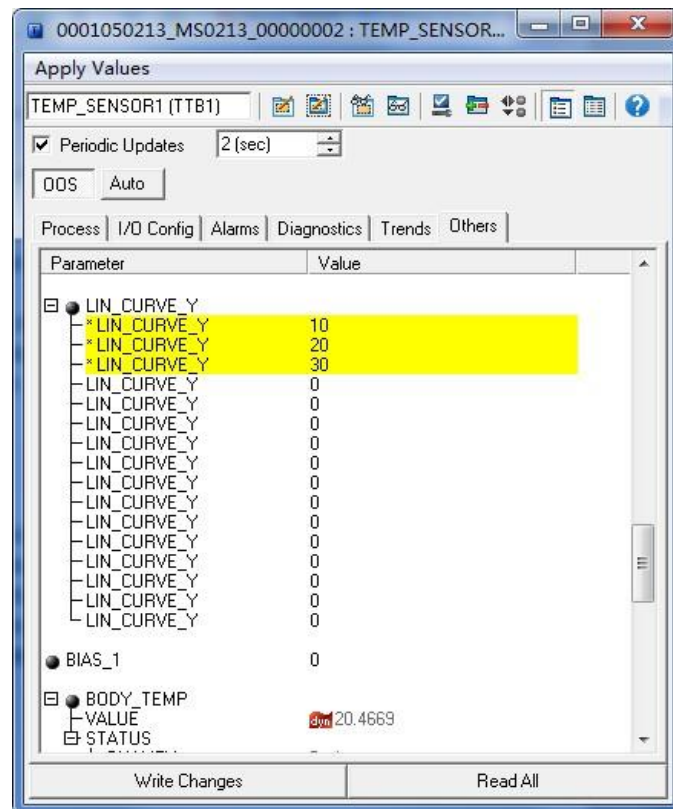

图 3.4 CAL_POINT_Y 的配置
- 1) 智能温度变送器提供 16 个校正点输入，即变换块的参数 CAL_POINT_Y 数组，用户可以依次将要校准的输出值写入数组并选择好单位。例如，在进行三点插值校准时，用户可选择 10，20，30 作为校准点，将这三个值依次写在 CAL_POINT_Y 数组里，如图 3.4 所示。